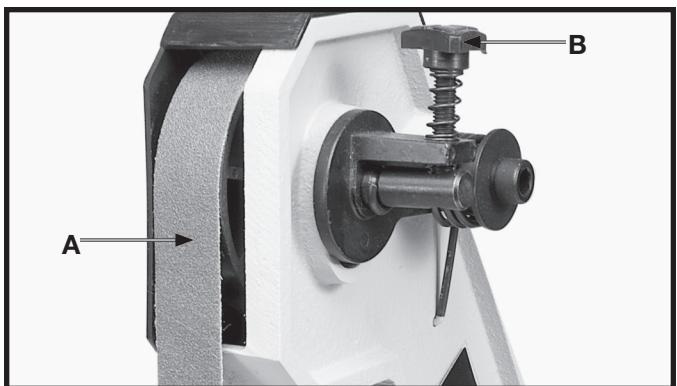

Fig. 23
El alineamiento de la correa está fijado en la fábrica para que la correa (A) Fig. 23 funcione debidamente sobre las poleas. No obstante, si la correa (A) llegase a tirar hacia un lado o el otro sobre las poleas, puede realizarse un ajuste al girar la perilla de alineamiento (B). El girar la perilla (B) en el sentido de las manecillas del reloj moverá la correa hacia la derecha cuando se mira hacia la lijadora. El girar la perilla (B) en el sentido de las manecillas del reloj moverá la correa hacia la izquierda.